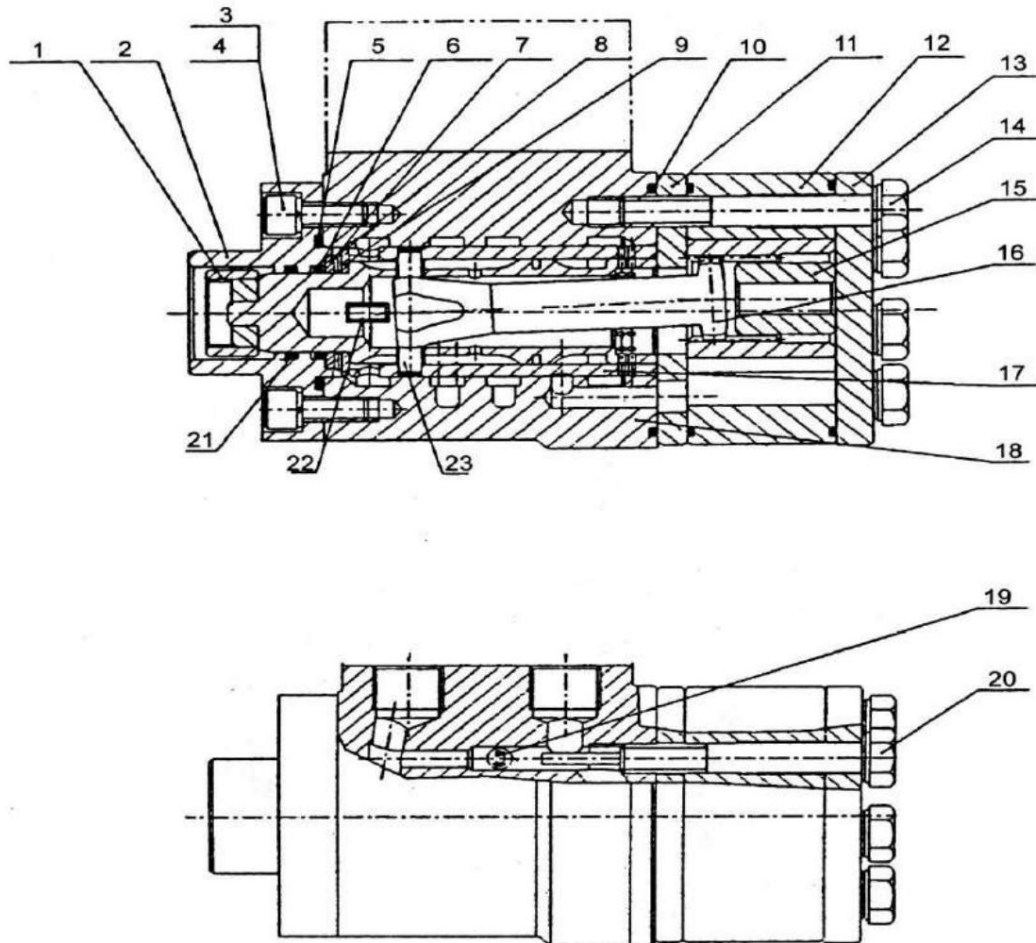

Figura 7-2 Mecanismo de dirección totalmente hidráulico cicloidal
3.2 Dirección totalmente hidráulica (véase la figura 7-2)
Sistema de dirección totalmente hidráulico, cuya estructura se muestra en la Figura 7-2.